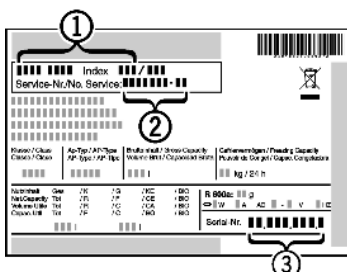

Fig. 24
▶ Leggere la denominazione dell'apparecchio Fig. 24 (1), il n° assistenza Fig. 24 (2) e il n° di serie Fig. 24 (3) sulla targhetta identificativa. La targhetta identificativa è situata all'interno dell'apparecchio, sul lato sinistro.
▶ Informare il servizio di assistenza e comunicare il difetto, la denominazione dell'apparecchio Fig. 24 (1), il n° assistenza Fig. 24 (2) e il n° di serie Fig. 24 (3).